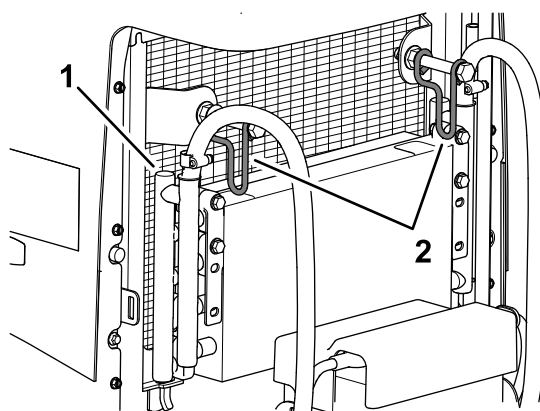

Figure 111
7. Faites tourner les 2 attaches du refroidisseur d'huile vers l'intérieur et basculer le refroidisseur (Figure 111).